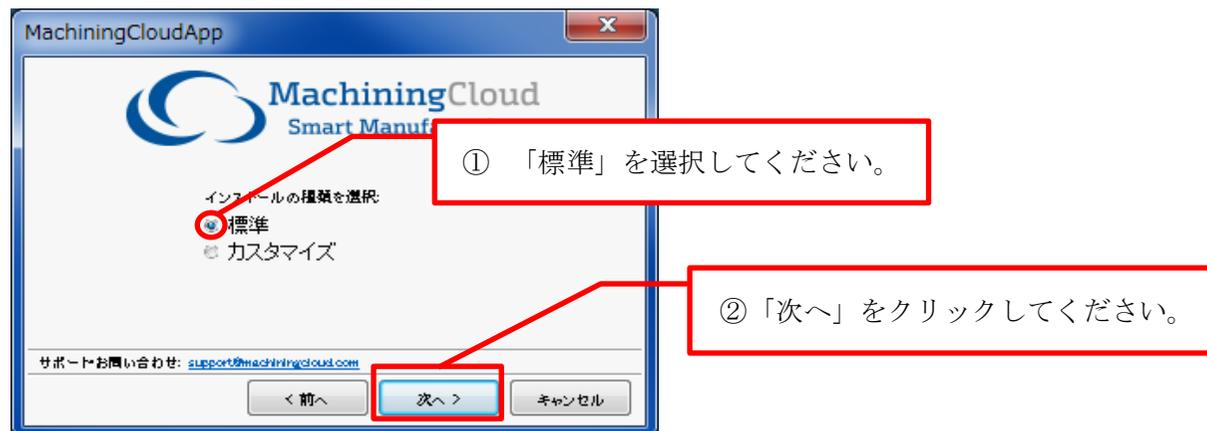

図 7 インストールの種類を選択する画面
(8) インストールの種類を選択する別ウインド (図 7) が開きますので、「標準」を選択し、「次へ」をクリックして下さい。